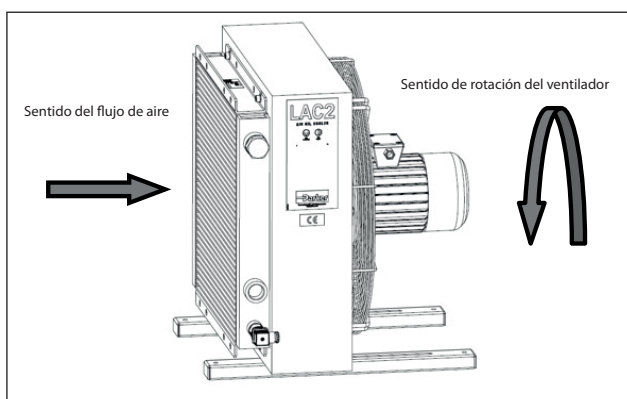

Fig. 25
6. Durante el funcionamiento, comprobar que el sentido de rotación del ventilador al activarse y el sentido del flujo de aire correspondan con los del esquema de la Fig. 25.